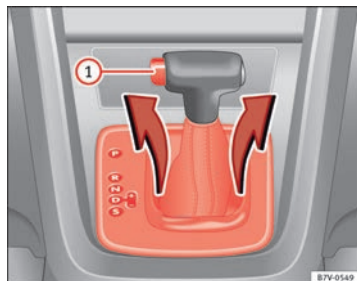

Fig. 197 Desmontar el revestimiento del campo de indicación de las marchas.
- Tire hacia arriba de la cubierta por la zona del guardapolvos de la palanca selectora → fig. 197.
- Presione la tecla de bloqueo → fig. 197 ① en el pomo de la palanca selectora y coloque la palanca en la posición **N**.